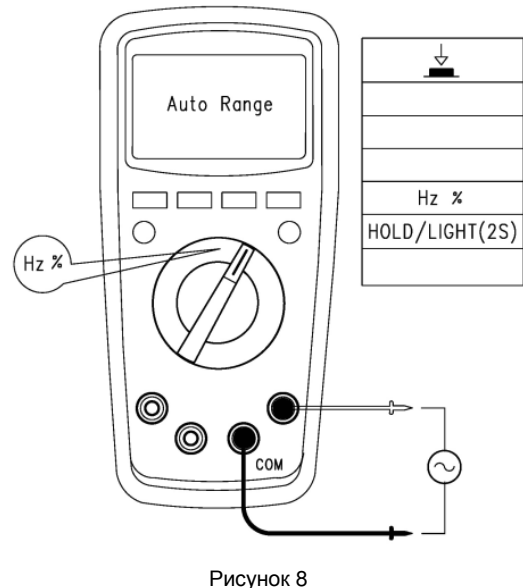

Рисунок 8
**9.6. Измерение емкости (доступно только в моделях UT139B/C) (см. рисунок 8)**